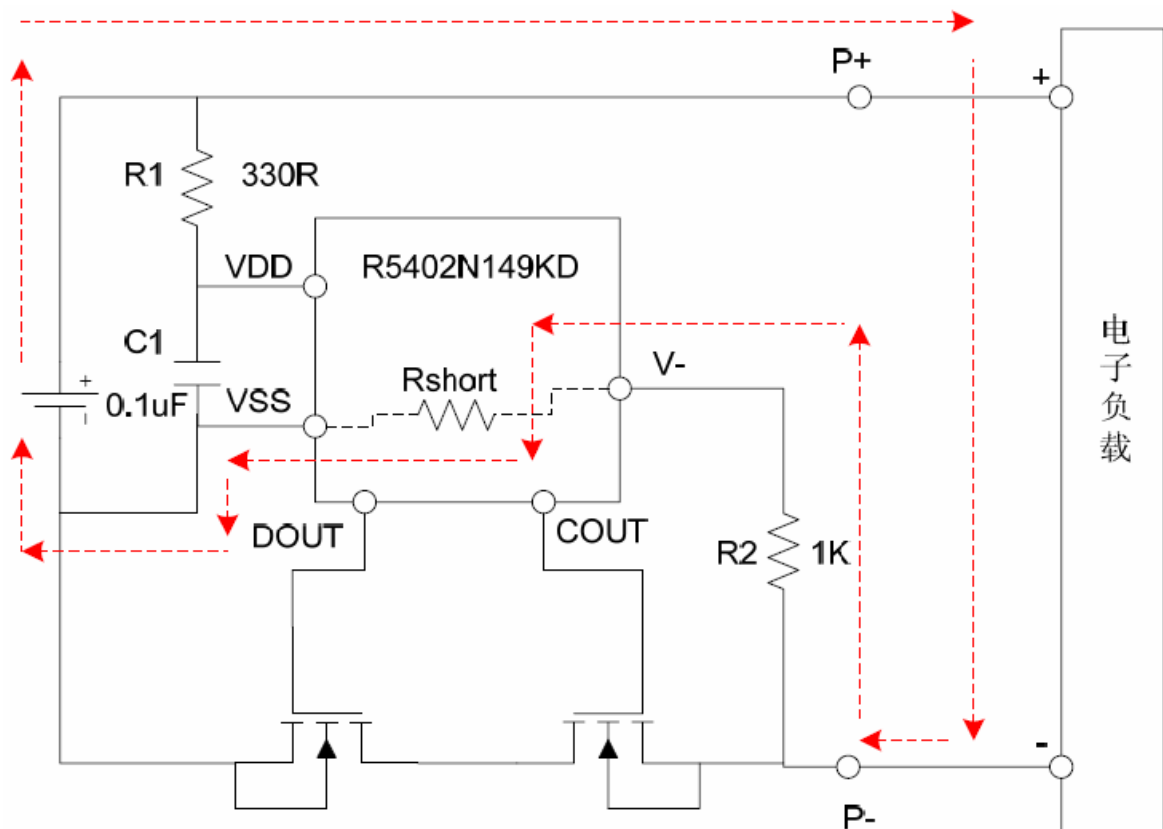

图 1
1. 保护 IC 在过流保护后，Dout 输出低电平，相对应的 MOS 管处于关闭状态，此时 IC 内部在 VSS 与 V-脚之间有一个等效电阻（见图 1 上 IC 内部的 Rshort），阻值在 $50\pm 25K\Omega$ 。
2. 在过流保护瞬间，V-脚上产生大于 0.125V（过流检测电压）的电压，Dout 输出低电平，MOS 管关闭，进入过流保护状态，此时由负载、R2、Rshort、电池构成一个新的放电回路（见图 1 上红色虚线所示回路）。由于负载上的内阻很小，根据计算 V-上的电压维持在 0.083V（过流保护解除电压）以上，Dout 输出维持低电平，继续保持过流保护状态。